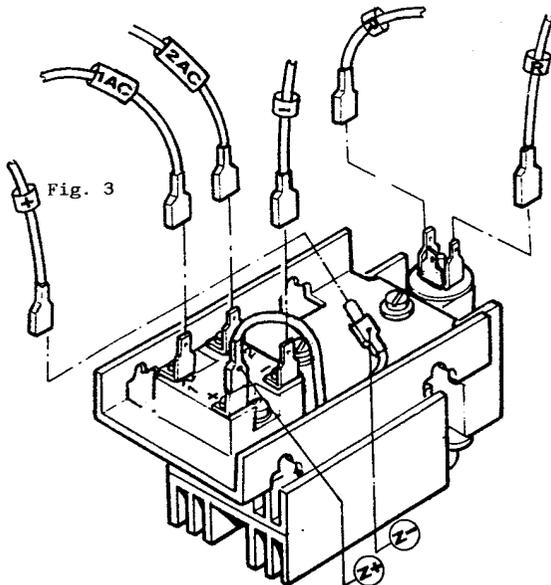

Fig. 3
- Connect wires to the new feeder group. Pay attention to wire numbering (Fig. 3)
- Ricollegare i cavi al nuovo alimentatore rispettando le numerazioni indicate (Fig.3)
To obtain normal drop, connect the power feeder as shown in fig. 3 and 4. Connect the power feeder as shown in fig. 5 if delayed drop is required.
Per ottenere un tempo di rilascio normale, collegare l'alimentatore come indicato in fig. 3 e 4. Per ottenere un tempo di rilascio ritardato, collegare come indicato in fig. 5.